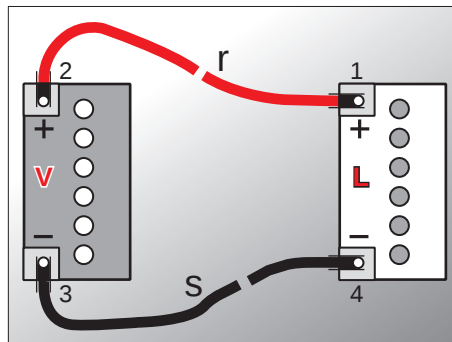

Fig. 99
1. Slut det røde startkabel Pos r (Fig. 99) til det tomme batteris pluspol Pos. L.
2. Slut det røde startkabel til det opladede batteris pluspol Pos. V (Fig. 99).